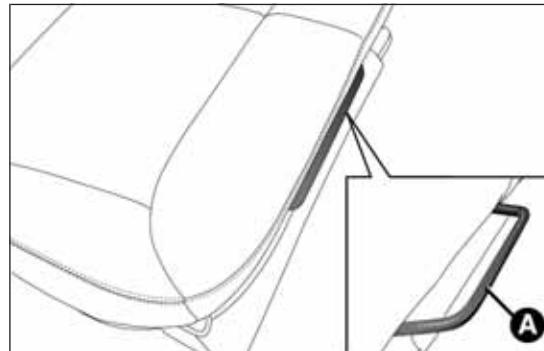

fig. 2
- agendo sulla leva A fig. 2 spostare in avanti il sedile della seconda fila;